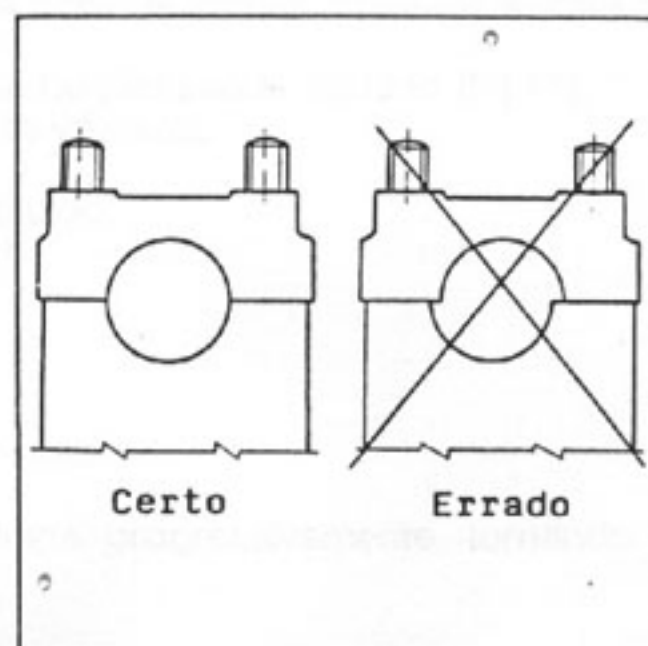

Fig.69 - Instalação das Capas dos Mancais
- Posicionar as capas dos mancais corretamente (fig.69) e apertar as porcas dos mancais 2 e 5 alternadamente, de forma cruzada.